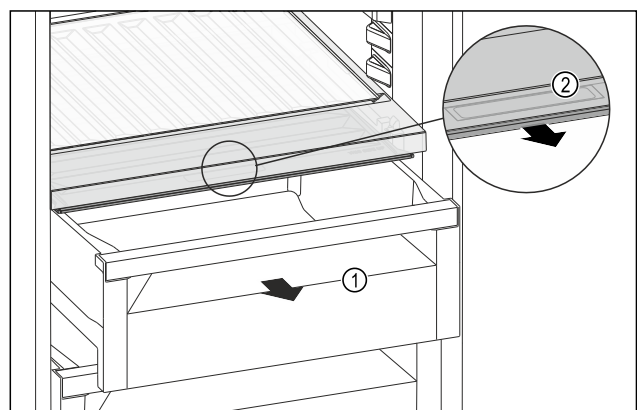

Fig. 172
- ▶ Schubfach Fig. 172 (1) herausziehen.
- ▶ Griffmulde Fig. 172 (2) am Fachdeckel anfassen und Fachdeckel gleichzeitig nach vorne ziehen.